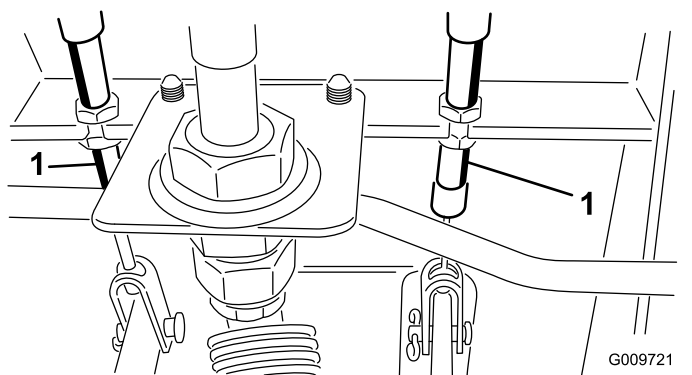

Figura 101
- A. Allentate il dado anteriore sull'estremità filettata del cavo del freno (Figura 101).